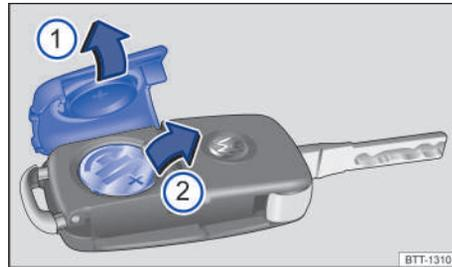

Fig. 46 Llave del vehículo: cambiar la pila de botón.
2. Desmonte la tapa haciendo palanca → fig. 46 ①.
3. Extraiga la pila de su compartimento → fig. 46 ② haciendo palanca.